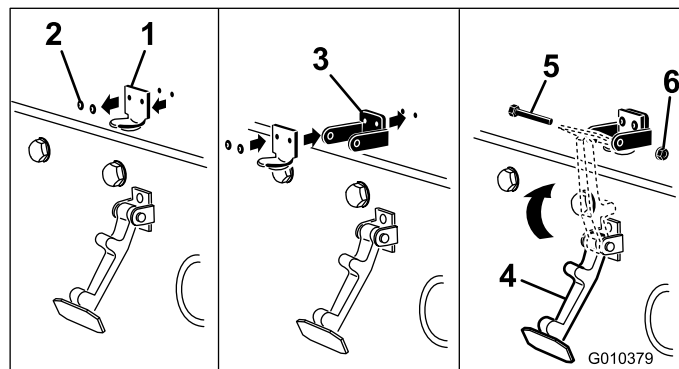

Bild 4
- Entfernen Sie die zwei (2) Nieten, mit denen die Halterung des Motorhaubenriegels an der Motorhaube befestigt ist (Bild 4). Nehmen Sie die Halterung des Motorhaubenriegels von der Motorhaube ab.
- Fluchten Sie die Befestigungslöcher aus und positionieren Sie gleichzeitig die Halterung des CE-Riegels und des Motorhaubenriegels auf der Motorhaube. Die Riegelhalterung muss an der Haube anliegen (Bild 4).
- Haken Sie den Riegel in die Halterung des Motorhaubenriegels (Bild 4).
- Setzen Sie eine Schraube (1/4 x 1-1/2 Zoll) in die Halterung des Motorhaubenriegels ein und befestigen ihn mit einer Sicherungsmutter (Bild 4).